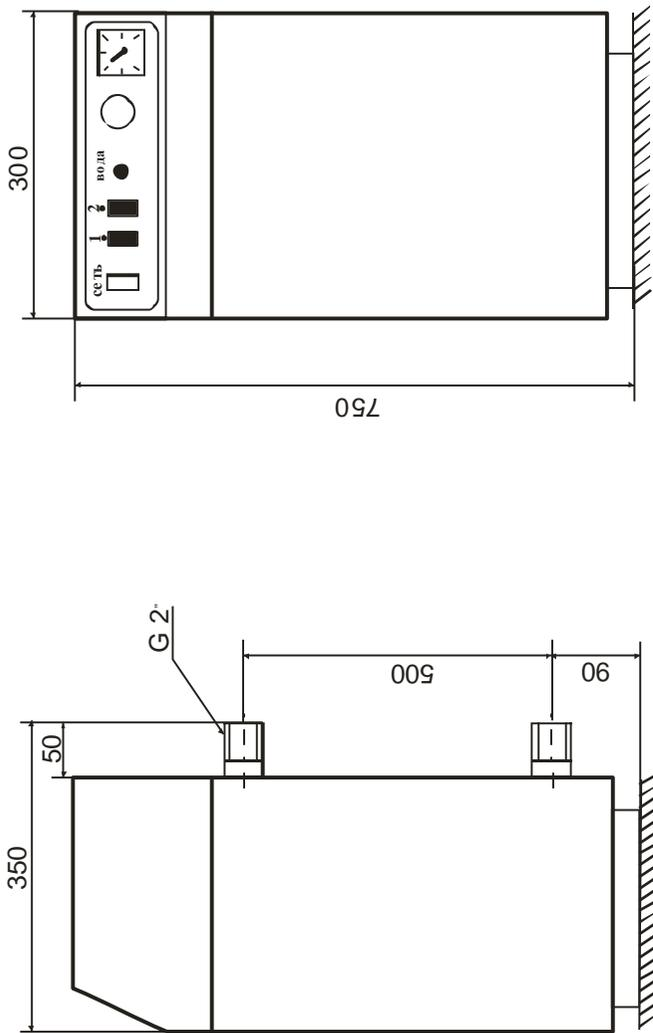

Рис.1. Апарат електричний водогрійний КЕО-9-30/380-Б
5.1 КЕО є конструкцією, що складається з окремих вузлів, розміщених в сталевому корпусі форми паралелепіпеда (див. рис.1). Корпус є конструкцією, сприймаючою навантаження, які виникають при експлуатації і транспортуванні.